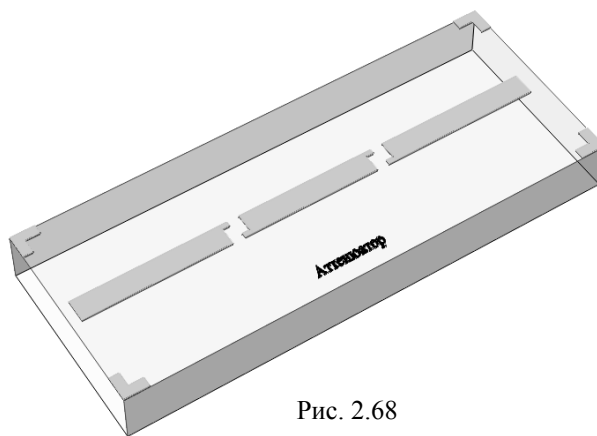

Рис. 2.68
- Щёлкните по значку **New Schematic 3D View** на панели инструментов, чтобы просмотреть 3-х мерное изображение платы (рис. 2.68).